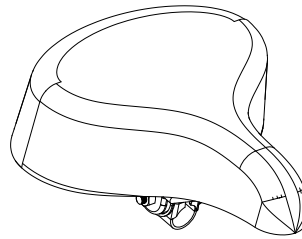

Abb. 17
- Kindersattel Abb. 17. Ein Sattel wird für Kinder nur dann montiert, wenn sie keine Rückenstütze benötigen.